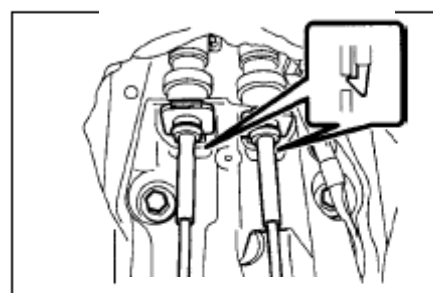

Рис. 80
- (3) Снимите два шплинта и отсоедините два троса управления от трансмиссии.(рис.80)